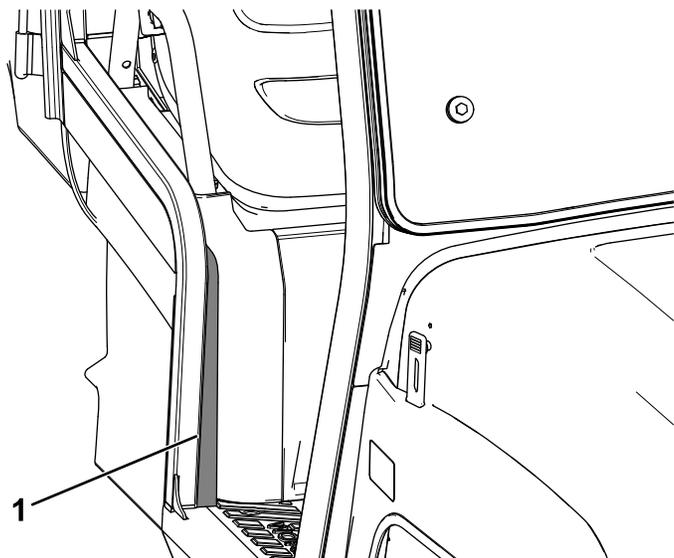

Figure 16
12. Retirez la bande au dos du joint mousse et fixez le joint sur le côté droit de la machine (Figure 16).